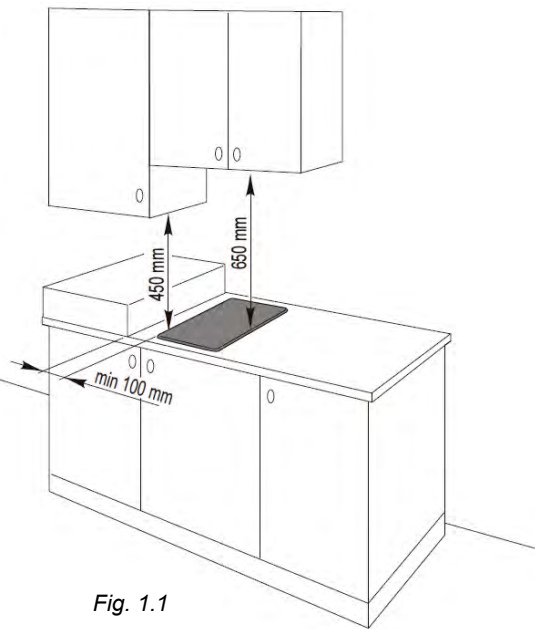

Fig. 1.1
- Para instalar la placa en el mueble de cocina hay que hacer un orificio con las dimensiones indicadas en la Fig. 1.1, teniendo en cuenta lo siguiente:
- La placa debe mantenerse a no menos de 100 mm de cualquier pared lateral (del borde lateral del corte - Fig. 1.1).
- Debe haber una distancia de al menos 650 mm entre la placa y cualquier armario o campana extractora situados justo encima (véase la Fig. 1.1).